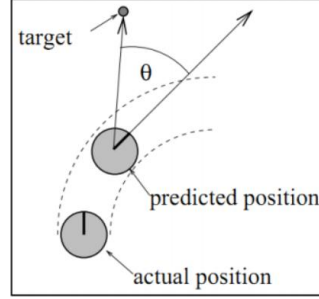

图 1 方位角评价示意图
(1) 方位角评价函数($head(v, w)$)：即机器人执行当前 (v, w) 生成的预测轨迹末端与目标点之间的连线与轨迹末端机器人朝向之间的夹角差，如图 1 所示：